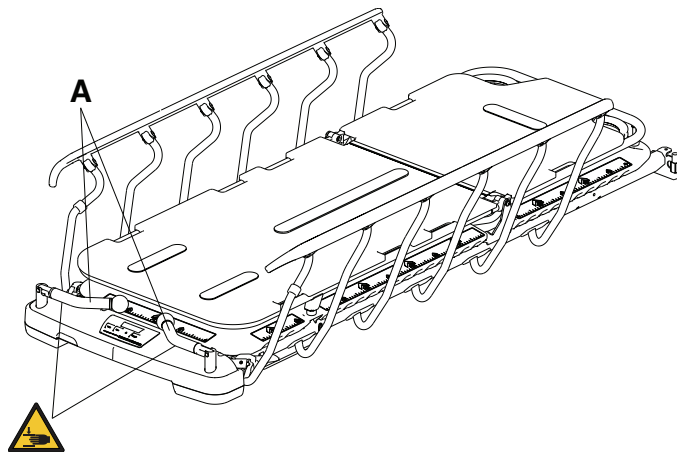

Figura 12 – Armazenamento das pegas de empurrar da extremidade do lado dos pés
3. Inverta a ordem dos passos para guardar as pegas de empurrar da extremidade do lado dos pés (A) (Figura 12).